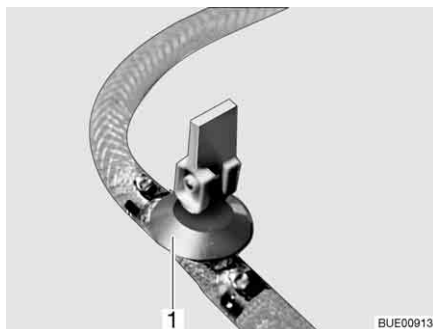

Fig. 197 Robinet de vidange
- Fermer le(s) robinet(s) de vidange. Placer le levier à bascule (Fig. 197,1) en position horizontale.
- Ouvrir le(s) robinet(s) de vidange (Fig. 197). Pour cela, placer le levier à bascule (Fig. 197,1) en position verticale. Le chauffe-eau se vide à l'extérieur.